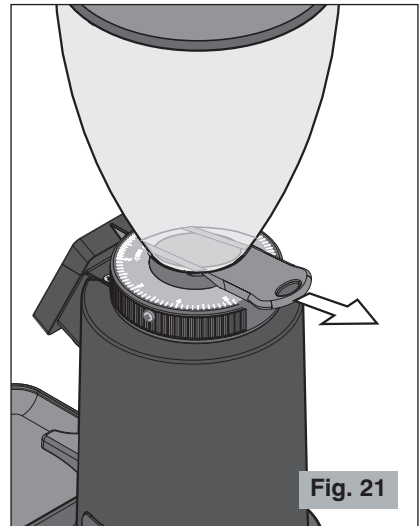

Fig. 21
- ⚠ S'assurer de l'ouverture complète de l'obturateur de la cloche jusqu'à la fin de sa course (dernier déclenchement) (voir Fig. 21).